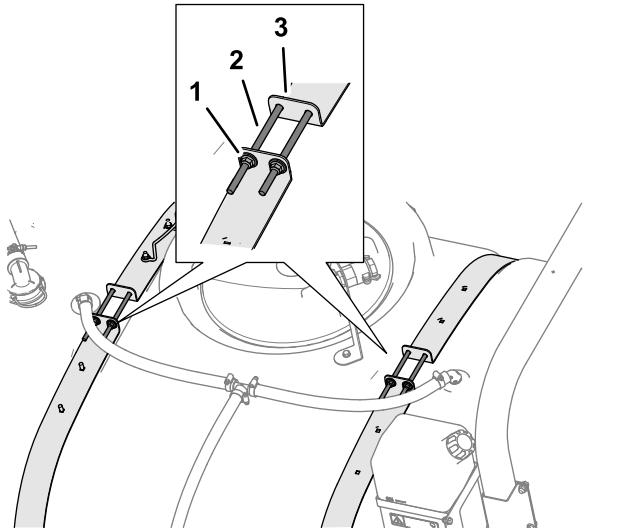

Рисунок 7
1. Ослабьте 4 фланцевые контргайки и 4 болта, соединяющие половинки хомута бака (Рисунок 7).
3. Затяните 4 фланцевые контргайки и 4 болта в верхней части хомутов так, чтобы хомуты были расположены заподлицо с поверхностью бака (Рисунок 7).